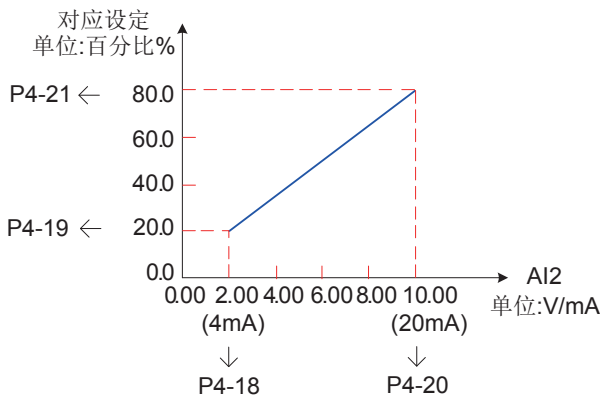

图 6-13 AI 曲线 2 设定
- 曲线 2 与曲线 3 的设置方法，与曲线 1 的设置方法相同。曲线 2 的相关参数为 P4-18~P4-21，曲线 3 的相关参数为 P4-23~P4-26。如图 6-13 所示对应 AI 曲线 2 的设置。